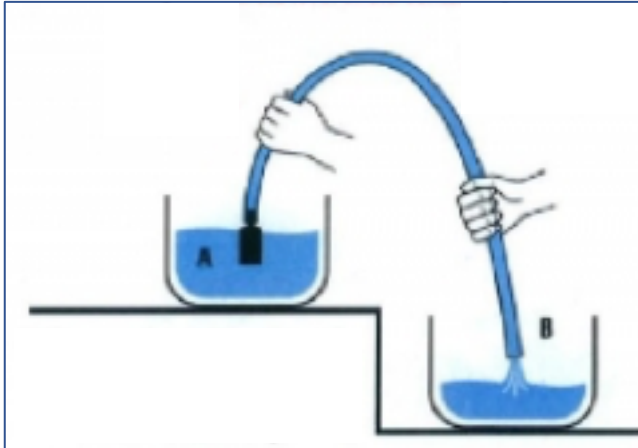

Abbildung 4
3. Sobald nun die Flüssigkeit im Schlauch den Scheitelpunkt überschreitet und auf der Gegenseite weiterläuft, richten Sie das obere Ende (B) in das zu füllende Gefäß (Abbildung 4).